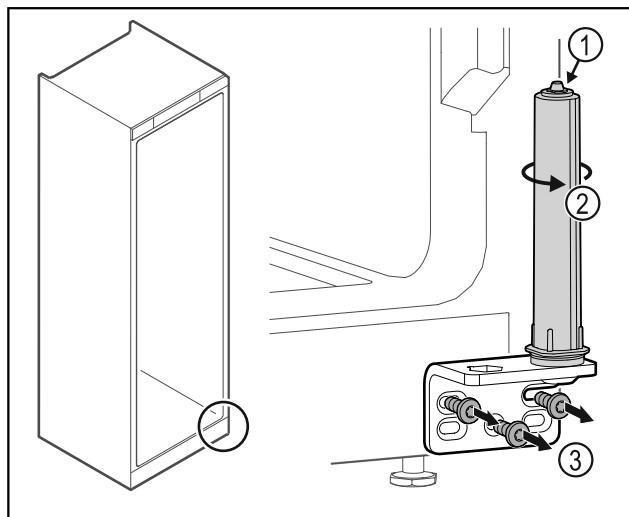

Fig. 38
- ▶ Neardykitė durų uždarymo sistemos Fig. 38 (1).
- ▶ Sukite uždarymo sistemą Fig. 38 (2), kol ji užsifiksuos.
- ▶ Atsukite šarnyrinį kampuotį Fig. 38 (3).